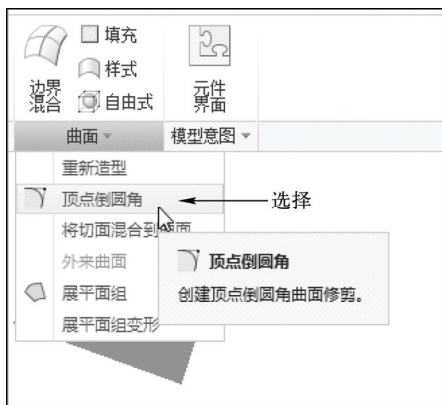

图 10-63 选择“顶点倒圆角”选项
STEP 02 在功能区选项板的“模型”选项卡中，单击“曲面”面板中“曲面”右侧的下拉按钮，在弹出的列表框中选择“顶点倒圆角”选项，如图 10-63 所示。